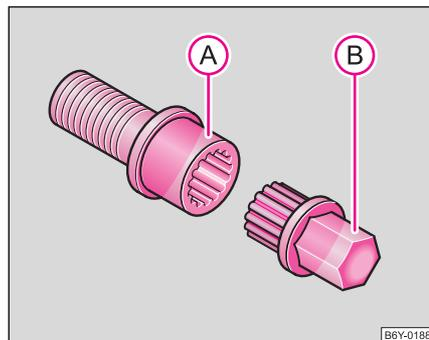

Abb. 158 Sicherheitsradschraube mit Adapter
- Schieben Sie den Adapter **(B)** mit seiner verzierten Seite in die innere Verzapfung der Sicherheitsradschraube **(A)**, dass nur noch der äußere Sechskant herausragt ⇒ **Abb. 158**.